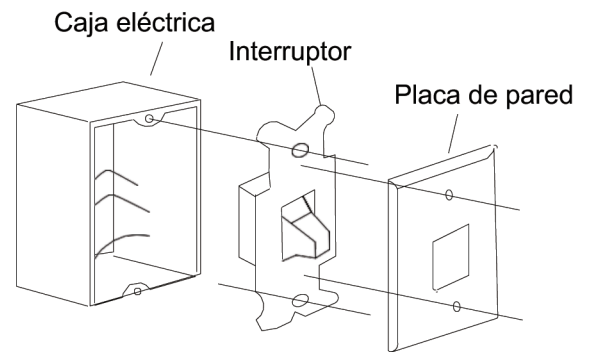

FIG. 1
Paso 1. Retira la placa de pared y el interruptor existentes de la caja eléctrica de la pared y desconecta los cables. **(Fig. 1)**